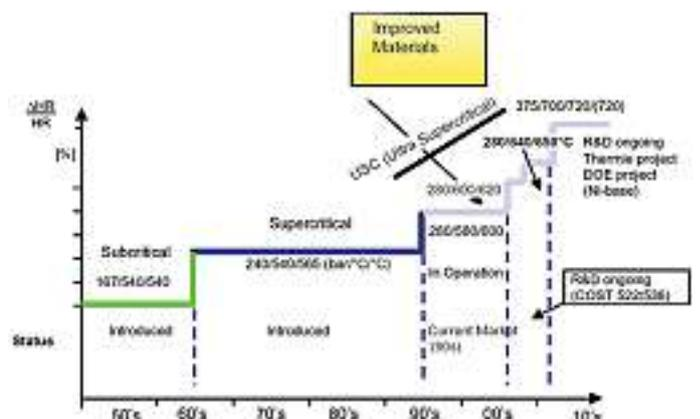

Abb. 2: Zeitliche (werkstoffbedingte) Entwicklung des Wirkungsgrades und der darstellbaren Dampfparameter im Dampfturbinenbau (qualitativ dargestellt)
Mit der Einführung von Nickelbasislegierungen als Konstruktionswerkstoff im Dampfturbinenbau wäre der Bau eines sog. ultrakritischen kalorischen Kraftwerks (befeuert mit Steinkohle) mit den Dampfparametern 700°C/720°C/350 bar (Austrittsdampf Temperatur/Frischdampf Temperatur/Arbeitsdruck) technisch realisierbar (siehe **Abb. 2**). Ein derartiges Kohlekraftwerk könnte einen Wirkungsgrad von bis zu 55 % erreichen. Verglichen mit Steinkohle befeuerten Kraftwerken mit durchschnittlich 35 % Wirkungsgrad würde sich eine Reduzierung der Treibhausgase um rund 30 % ergeben [Quelle: Internetauftritt EON AG und VGB PowerTech e.V.]. Umweltentlastende Effekte wären somit bei gleichzeitiger Ressourcenschonung wirksam gesetzt. Eine Reduzierung der Kohlendioxidemissionen geht direkt mit der Einsparung an fossilen Energieträgern einher.
**Abb. 2** zeigt schematisch die chronologische Entwicklung und Auswirkung von im Dampfturbinenbau eingesetzter Werkstoffgenerationen. Mit der Einführung neuer Konstruktionswerkstoffe konnte stets ein großer Schritt in Richtung höherer Effizienz gemacht werden. Diese Entwicklung gilt es mit Nickelbasislegierungen weiter fortzusetzen.